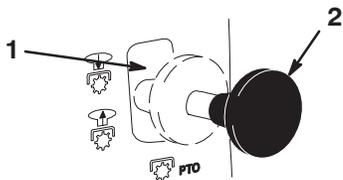

Figure 5
2. Tirez la commande de lame (PDF) en position **engagée** (Fig. 5).
2. Poussez la commande de lame (PDF) en position désengagée (Fig. 5).
3. Poussez la commande de lame (PDF) en position **désengagée** (Fig. 5).